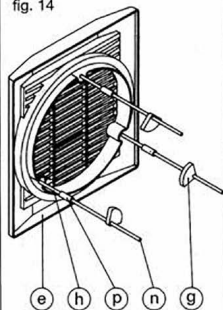

fig. 15
- Fig. 15.- De l'extérieur, placer la grille extérieure (e) face au trou réalisé dans le mur. De l'intérieur, faire pivoter puis enfoncer les plots en caoutchouc (g) jusqu'à ce qu'ils viennent en contact avec le mur et permettent de maintenir la grille extérieure (e) en position, correctement centrée par rapport au trou.